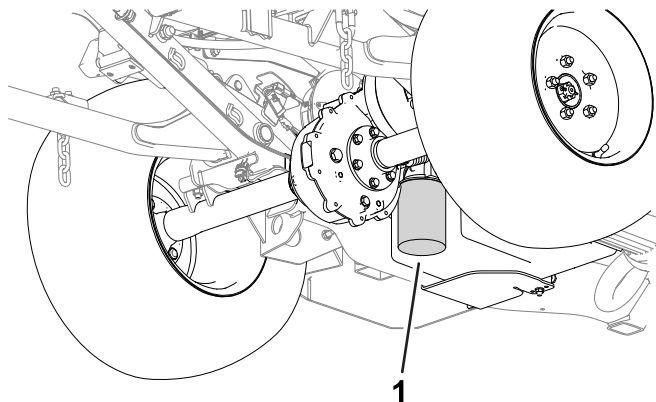

図 57
1. 油圧フィルターの取り付け領域の周囲を清掃する (図 57を参照)。